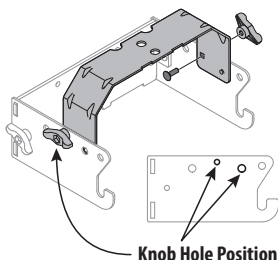

Figura 4 (1)
2. Dé vuelta el conjunto y monte la ménsula de soporte del enganche a la ménsula de soporte universal (783-08129) usando dos pernos de carro (710-0276) y las perillas de aleta (720-04122) del paquete de herrajes 689-02364, como se indica en la Figura 4 (1).
NOTA: Los orificios más cercanos a los ganchos de montaje deben utilizarse para todos los tractores de la serie 700, véase la Figura 4 (1), mientras que los dos orificios más cercanos al montaje transversal son para todos los demás modelos, véase la Figura 4 (2). El soporte del soporte del enganche deberá girarse para permitir la alineación de los orificios adecuados según el modelo de tractor en el que se instale la ensacadora.